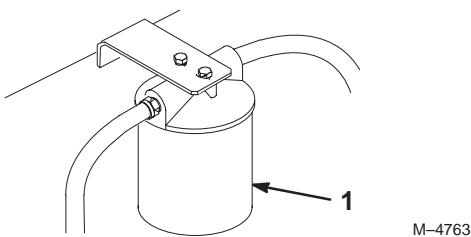

Figure 56
- Placez un bac de vidange sous le filtre, déposez le filtre usagé et essuyez la surface du joint de l'adaptateur (Fig. 56).